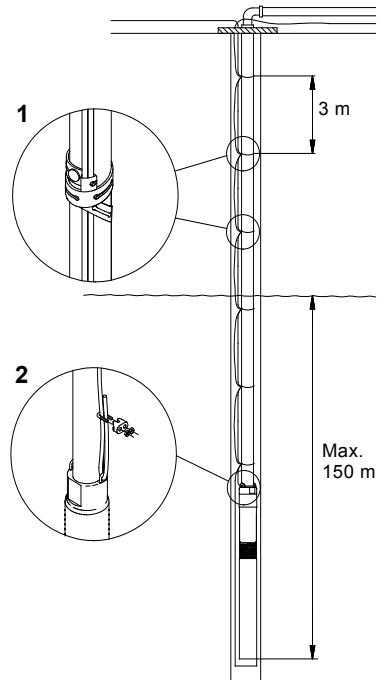

Fig. 10
Clemele de cablu trebuie fixate din 3 în 3 metri, vezi fig. 10.
Adâncimea maximă de instalare sub nivelul static al apei: 150 metri, vezi fig. 10.
Se recomandă asigurarea pompei cu un cablu de fixare fără sarcină, vezi fig. 10, pos. 2.